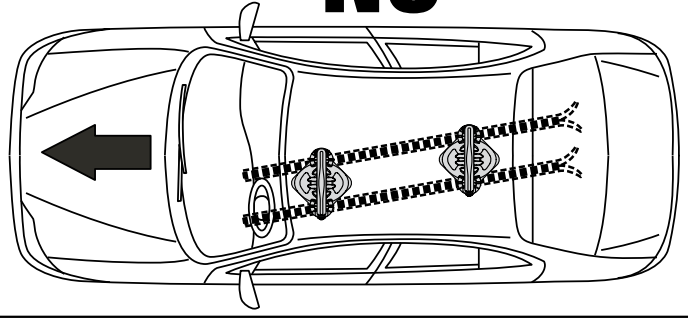

Fig. 5
5. Attenzione evitare di posizionare i magneti nelle zone di maggior curvatura del tetto e accertarsi che i magneti (in particolar modo quello anteriore) siano ben aderenti in tutto il loro perimetro di contatto con la superficie del tetto dell'auto (Fig.5).
5. Éviter de placer les aimants sur les parties bombées du toit. Contrôler que les aimants (en particulier l'aimant avant) adhèrent parfaitement au toit sur toute leur surface de contact (fig. 5).